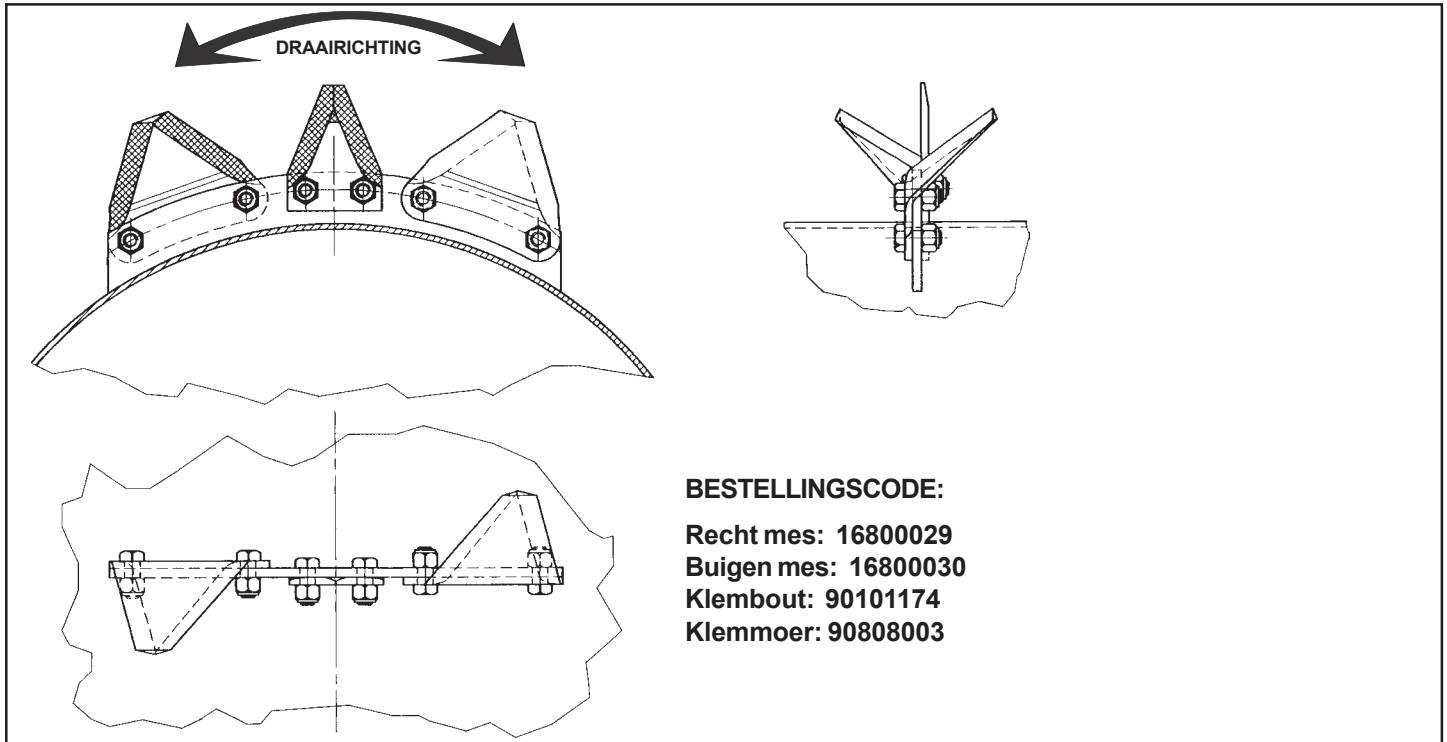

FIG. 11
- 3) De messen vervangen (Fig. 11).